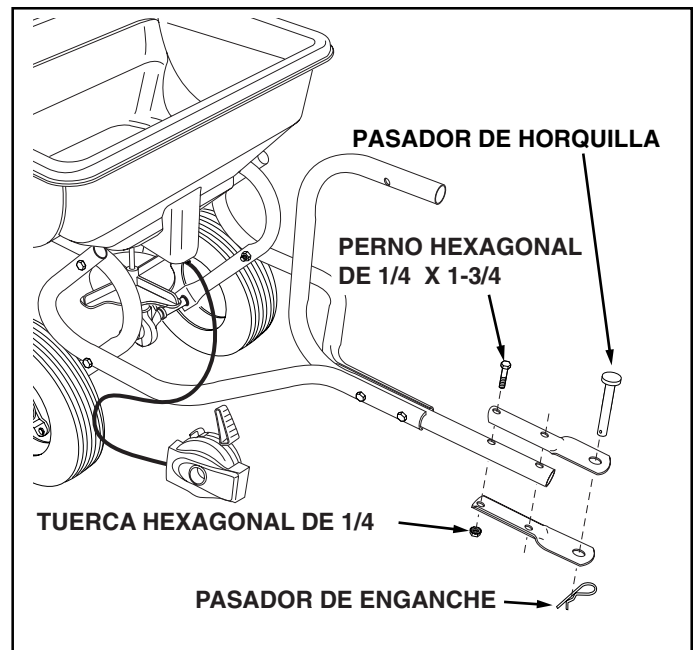

FIGURA 3
4. Coloque los Soportes de Enganche en el Tubo de Control de Enganche, usando dos pernos hexagonales de 1/4" x 1-3/4" y dos tuercas hexagonales de 1/4". **Apriete pernos y tuercas.** Vea la Figura 3.
5. Haga pasar el pasador de enganche a través de los soportes de enganche y asegure con el pasador de horquilla de 1/8". Vea la Figura 3.